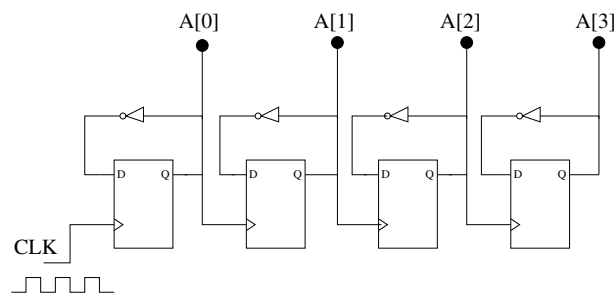

Figure 2 – Figure pour problème 4.
4. Dans le circuit de la figure 2, quelle est la valeur de la sortie  $A[3:0]$  après 12 cycles de CLK. Supposons que tous les bascules D sont idéales.